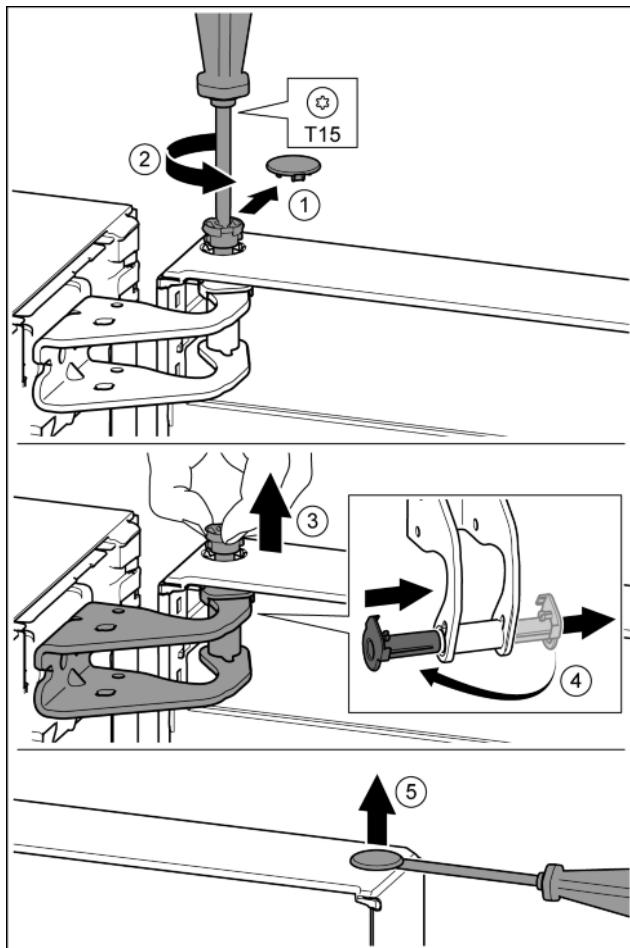

Fig. 11
- Oprezno skinite sigurnosni pokrov. Fig. 11 (1)
- Odvijačem T15 malo odvijte svornjak. Fig. 11 (2)
- Čvrsto držite vrata i prstima izvucite svornjak. Fig. 11 (3)
- Izvucite čahuru ležaja iz vodilice. Umetnute s druge strane i pustite da uskoči. Fig. 11 (4)
- Odvijačem s prorezom oprezno podignite čep iz čahure ležaja vrata i izvucite ga. Fig. 11 (5)